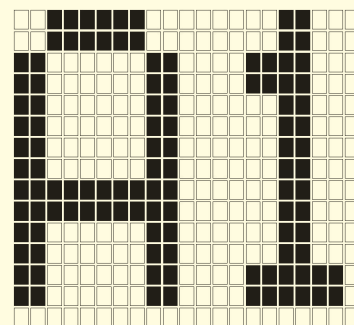

Рис. 6. Масштабирование базового шрифта
- **Шрифт x2** (рис. 6). Индикатор RDX0032 имеет разрешение 128×32 и используя знакогенератор с базовым размером 6×8 мы можем вывести на экран 4 строки по 21 символу в строке. Используя масштабирование таблицы символов, легко получить символ с размерами 12×16 (размер символа 10×14, интервал по X две точки, 2 строки по 10 символов), либо 11×16 (размер символа 10×14, интервал по X одна точка, 2 строки по 11 символов).